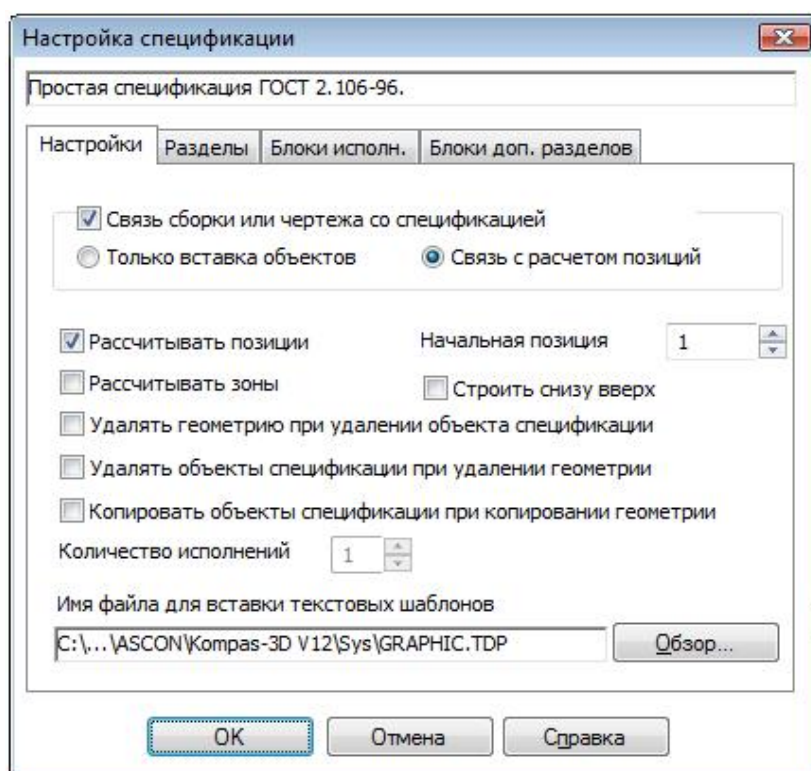

Рис. 5.22. Окно «Настройка спецификации»
- Сравните наличие включенных флажков на вкладке «*Настройка*» в окне «*Настройка спецификаций*» с рис. 5.22.